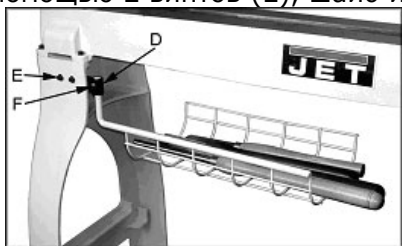

Рис.2
Установите крепление (D, рис.2) на левой стойке с помощью 2 винтов (E), шайб и гаек.